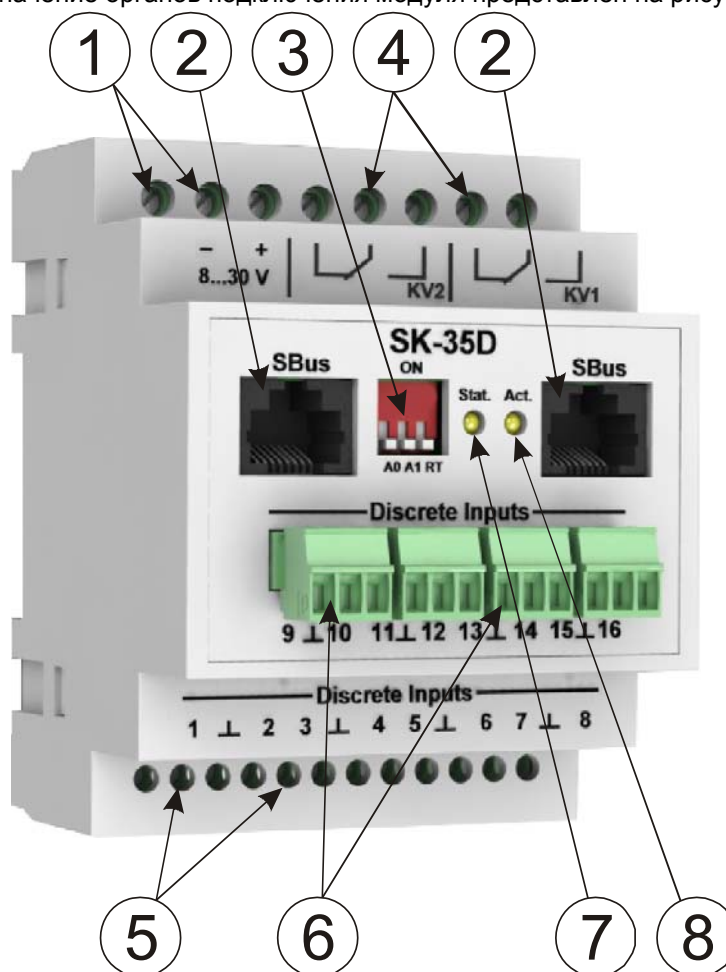

Рисунок 1 – Внешний вид и назначение органов подключения передней панели модуля
- 4.4 Подключите, при необходимости, терминирующий резистор “RT” модуля к шине SBus включив в положение “ON” соответствующий флажок DIP-переключателя (см. рисунок 1).
- 4.5 Подключите информационные кабели шины SBus к разъемам SBus модуля (см. рисунок 1) в соответствии со схемой, изображенной на рисунке 2.
- установите DIP-переключателем **3** (см. рисунок 1) адрес модуля **0x10**, в соответствии с таблицей 3;
- по истечении 30 секунд проконтролируйте по режиму работы индикатора “Stat.” (см. рисунок 1) активность выбранного протокола передачи данных;